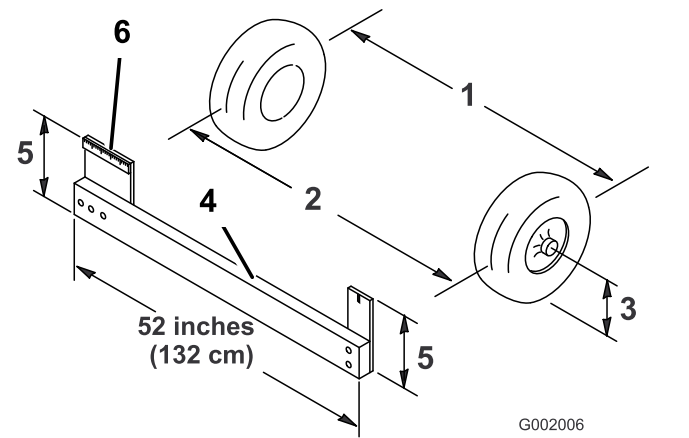

Figure 48
- Mesurez la distance entre les roues avant à hauteur d'essieu, à l'avant et à l'arrière des roues (Figure 48).
Remarque: Un gabarit ou un compas à verges est nécessaire pour mesurer l'arrière des roues avant à hauteur d'essieu. Utilisez le même gabarit ou outil pour mesurer précisément l'avant des roues avant à hauteur d'essieu (Figure 48).